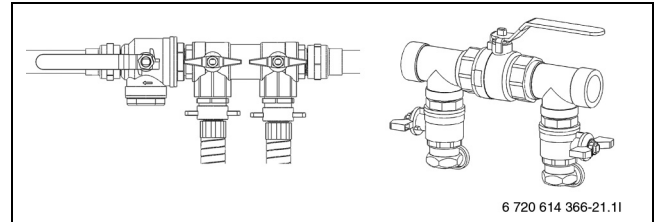

Рис. 26 Узлы заполнения в нормальном положении
- ▶ Установите краны на узле заполнения в нормальное положение (→ рис. 26) и выключите насос заполняющей станции.